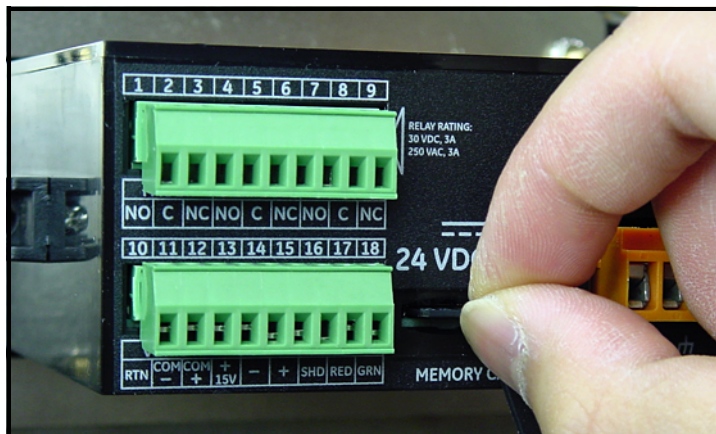

Figure 51: Verwijderen van de Micro SD-kaart
5. Nadat de MicroSD-kaart deels uitgestoten is, trekt u deze uit het dew.IQ-kader (zie *Figure 51* hieronder).